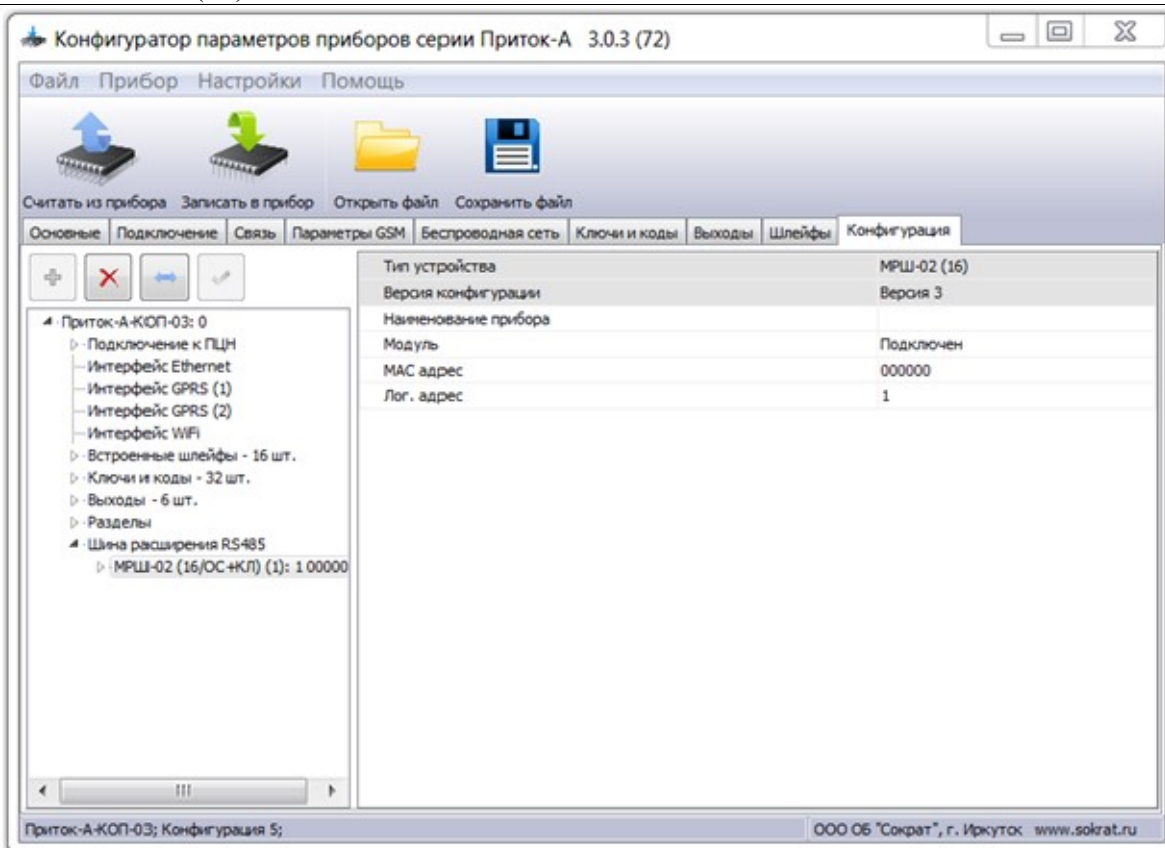

Рисунок 5
Заполните поля таблицы параметров добавленного МРШ-02(16) следующим образом (см. рисунок 5):